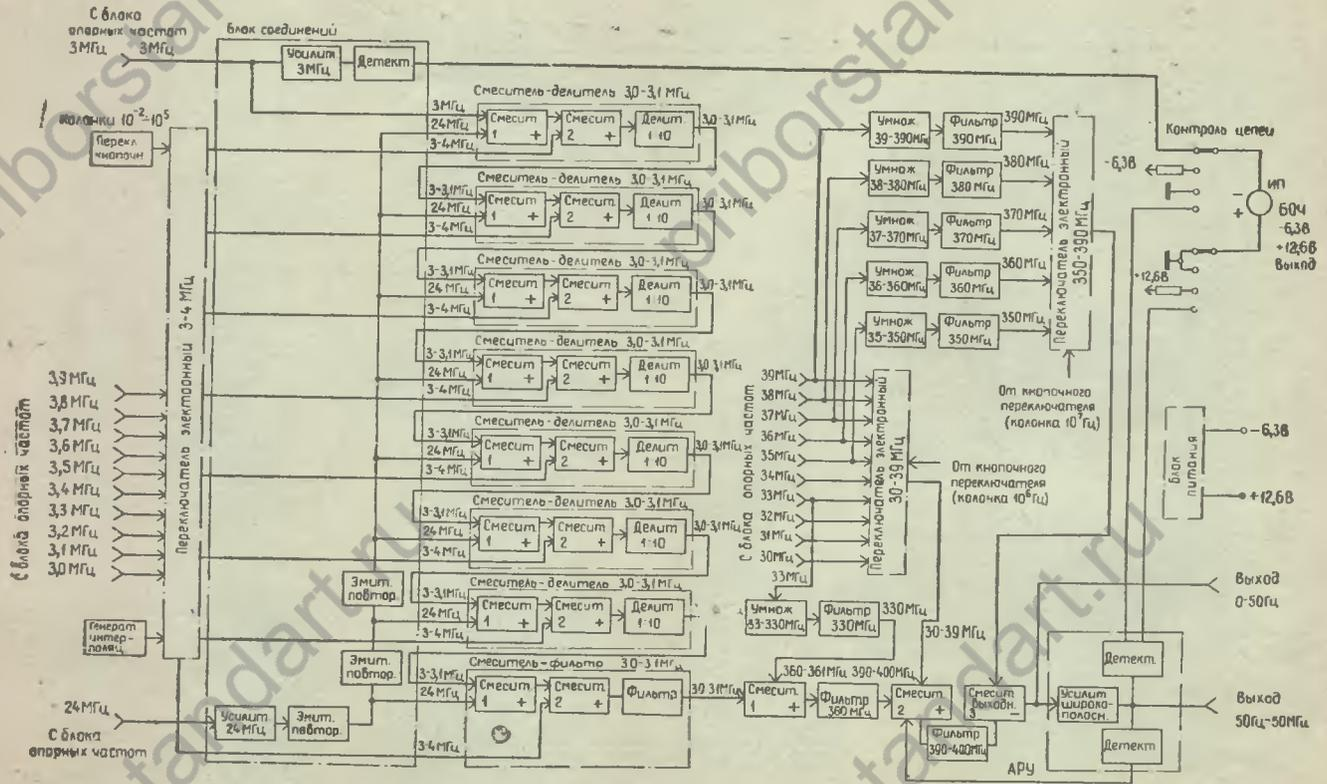

Рис. 4. Структурная схема БСЧ.
4.3.1. На рис. 4 приведена структурная схема БОЧ.